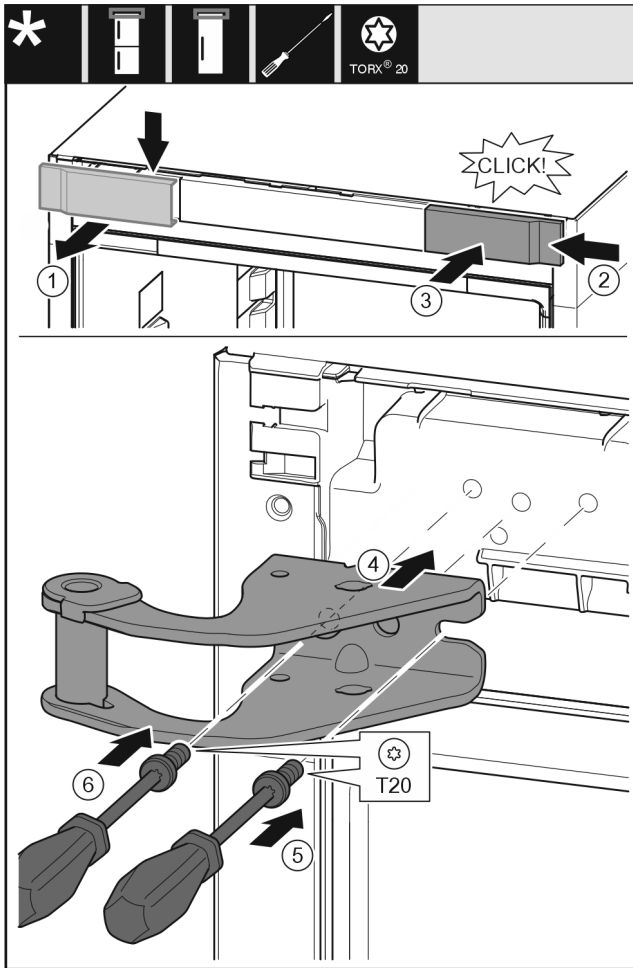

Fig. 13
- ▶ Зніміть кришку вгору вперед. Fig. 13 (1)
- ▶ Почепіть кришку, що повернута на 180°, з іншого боку праворуч. Fig. 13 (2)
- ▶ Зафіксуйте кришку. Fig. 13 (3)
- ▶ Встановіть верхній опорний кронштейн. Fig. 13 (4)
- ▶ Встановіть та закрутіть гвинт за допомогою викрутки T20. Fig. 13 (5)
- ▶ Встановіть та закрутіть гвинт за допомогою викрутки T20. Fig. 13 (6)